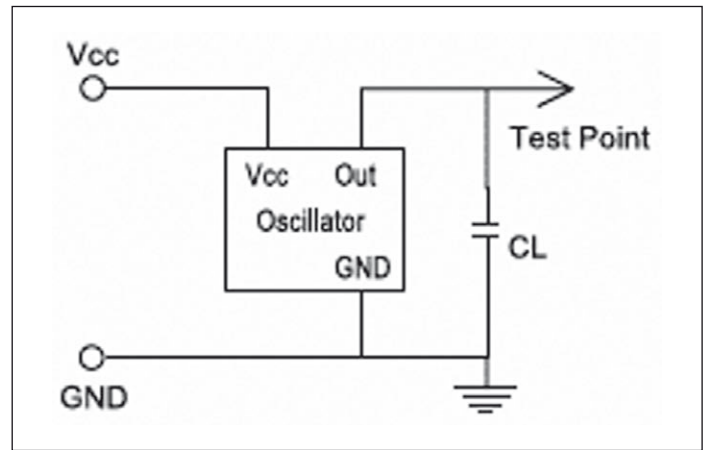
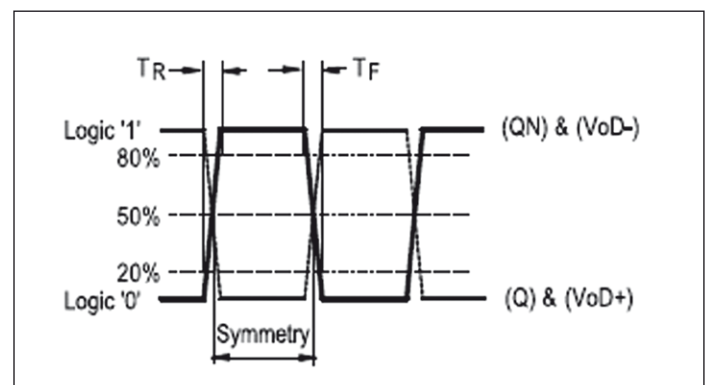

Bild 3: Kapazitive Last von 15 bis 50 pF an einen (H)CMOS-Ausgang
Bild 4: Zwei phaseninverse (komplementäre) Rechtecksignale
Bei einem (H)CMOS oder LVC-MOS Output wird eine Lastkapazität zwischen 15 und 50 pF vorgeschrieben, je nach Oszillatortyp und Ausgangsspezifikation (Bild 3). Daher sind genaue Messungen unkritischer. Oft gibt es zwei (komplementäre, also phaseninverse) Rechteck-Ausgänge, wie in Bild 4 dargestellt. Die obigen Hinweise gelten für jeden dieser Ausgänge. Die typischen Beschaltungen für einen PECL-Ausgang und einen LVDS-Ausgang sind in den Bildern 5 und 6 abgebildet.